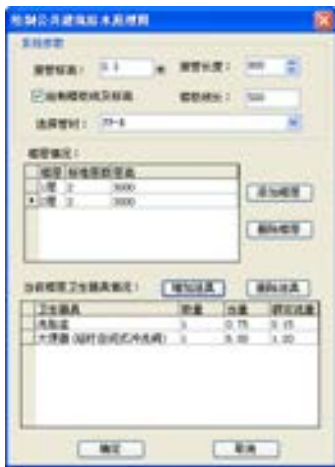

图 3-27 【绘制公共建筑给水原理图】对话框
① 输入 GJGS 命令按回车键，系统弹出【绘制公共建筑给水原理图】对话框，设置参数如图 3-27 所示。
② 同时命令行提示如下：